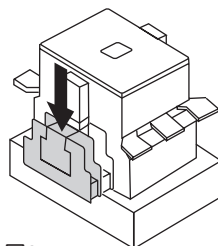

图3
- (3) 按入辅助触头单元,直至与主件的辅助触头单元相同的位置。(图3)